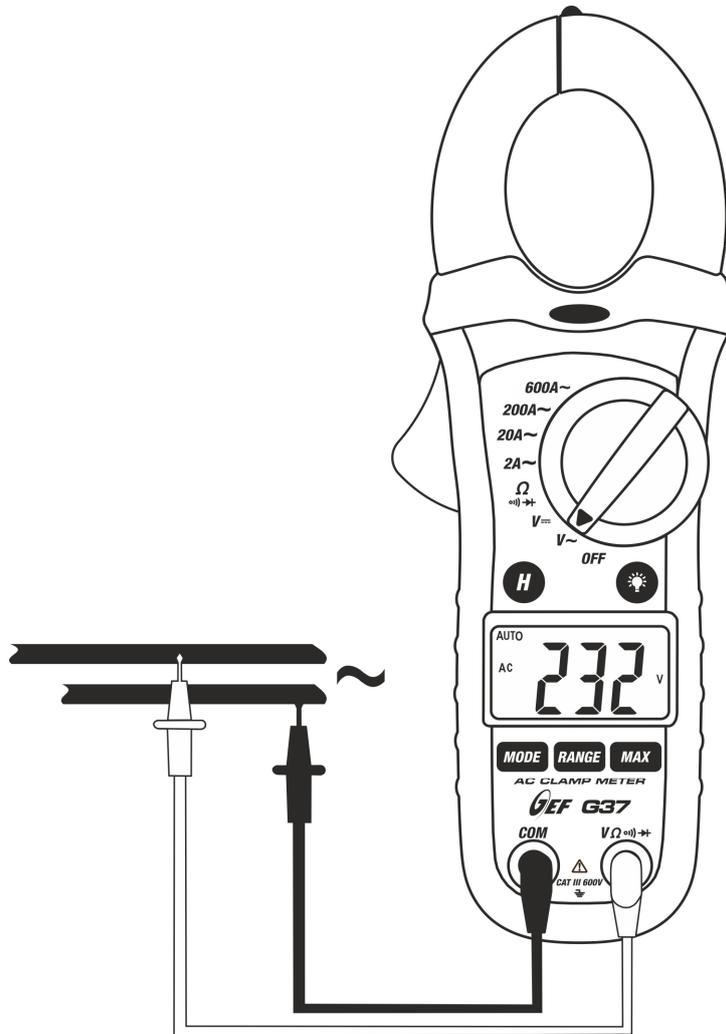

Fig. 3: Uso de la pinza en medida de Tensión CA
4. Inserte las puntas de prueba en los terminales, la punta roja en el terminal "**VΩ→+)**" y la punta negra en el terminal **COM** (ver Fig. 3)
5. Inserte las dos puntas de prueba en el punto deseado del circuito (ver Fig. 3), luego el instrumento mostrará el resultado